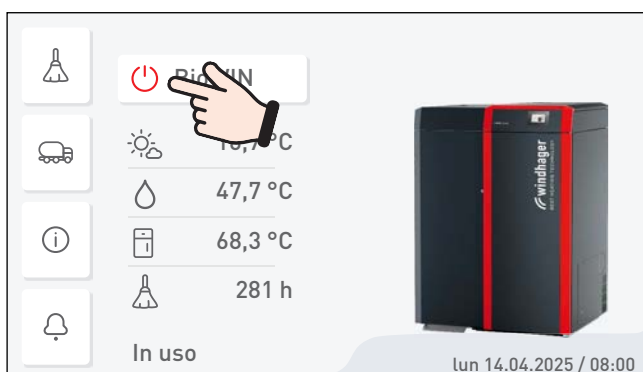

Fig. 29 Spegnerne caldaia a pellet
- Spegnerne la caldaia con il tasto ON/OFF su InfoWIN Touch (Fig. 29 – vedere anche il manuale d'uso di InfoWIN Touch) e attendere la fine combustione (circa 20 minuti).